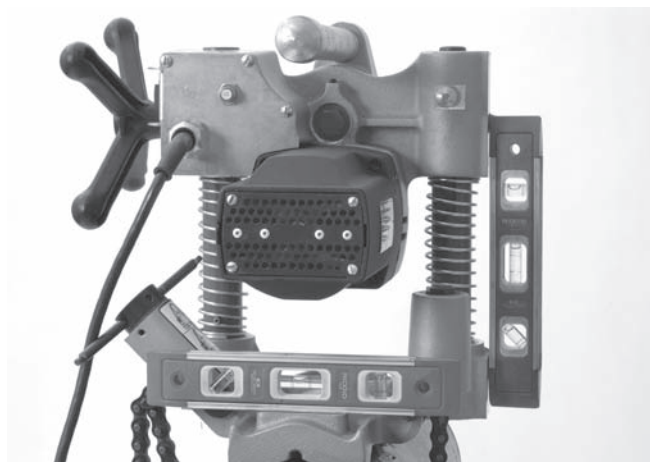

Рис. 10 – Выравнивание станка HC-300
- На основании станка HC-300 имеется несколько выфрезерованных лысок, используемых с уровнями для выравнивания отверстий. (См. рис. 10.)